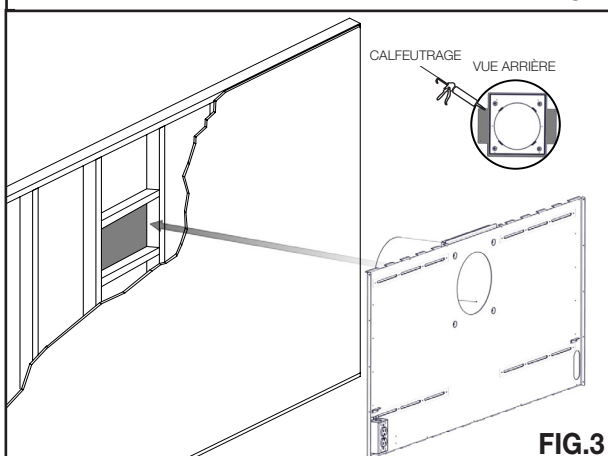

FIG.3
- G. Appliquer un cordon de calfeutrage (non fourni) pour le périmètre de la bride et les ailes du plaque de coupe-feu. Installez l'assemblage de la plaque de montage avec le bouclier d'évent dans le mur. **(FIG. 3)**